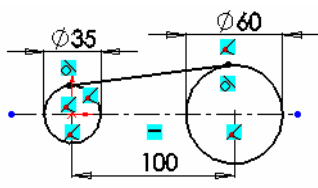

图 3-32 裁剪直线
⑫ 裁剪直线。单击草图裁剪按钮，裁剪掉直线的两端，如图 3-32 所示。